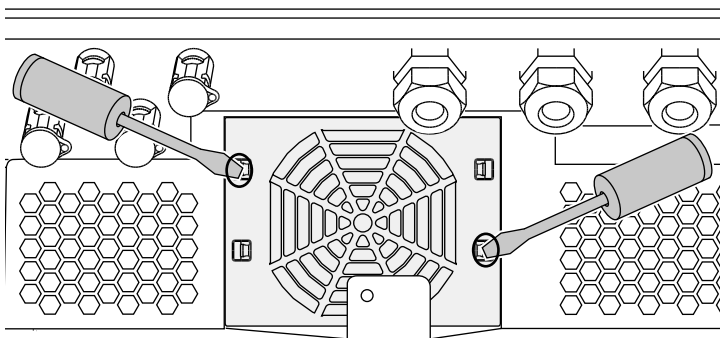

Bild 61: Lossa låstungorna
3. Tryck med en andra skruvmejsel låstungorna mot fläktens mitt. Dra fram fläktenheten lite. 📌 Bild 61